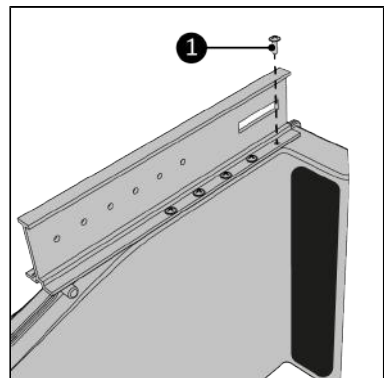

Figure 183.
6. Vissez le rail principal sur le Way-out au moyen des dix vis de 3,5 x 10 mm (Figure 183, pos. 1). Assurez-vous que tous les trous de vis correspondent.